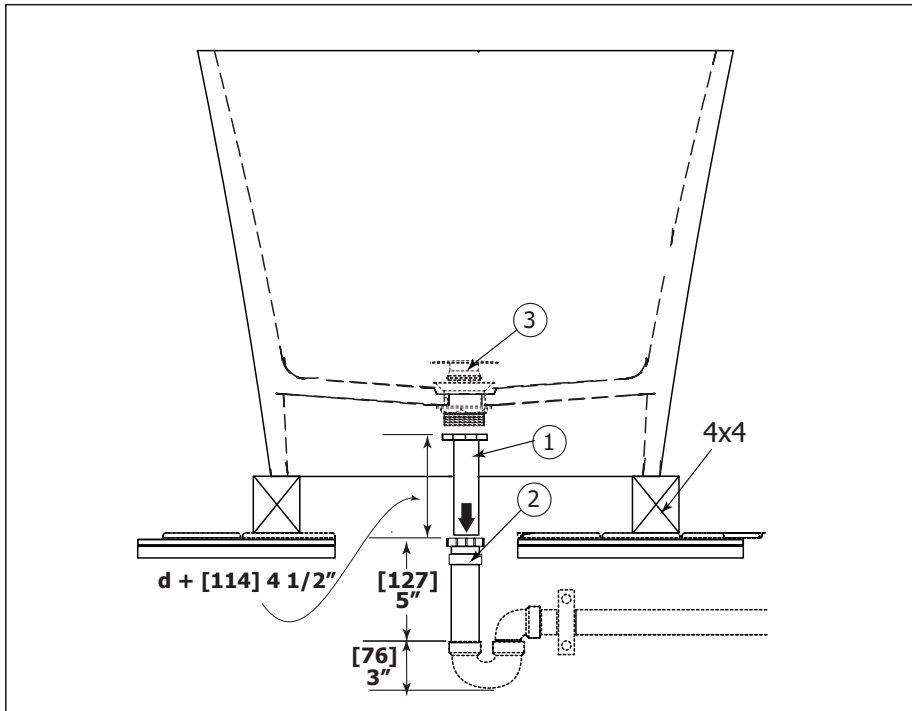

Fig.4
-Before placing the bathtub, insert the male part of the expansion joint (1) halfway to the female part (2).
-Place the bathtub by raising it up 3 1/2" with 4x4 pieces of lumber in order to access from the bottom of the bathtub. Align the drain (3) to the expansion joint (1) (fig.4). From the bottom of the bathtub, tighten the collars of the expansion joint (1) to drain (3) (do not forget to use the seal washer in between). Tighten the collars of the expansion joint (2) just tight enough that male part (1) can still slide in (fig.4).
-Avant de placer le bain, insérer partiellement la partie mâle (1) du joint d'expansion dans la partie femelle (2).
-Placer le bain à sa place en surélevant le bain 3 1/2" à l'aide de madriers 4x4. Cela vous donne un accès en dessous du bain pour la connection du drain. Aligner le drain avec le joint d'expansion (1) (Fig.4). En dessous du bain, serrer le bague du joint d'expansion (1) au drain (3) (n'oubliez pas de mettre le rondelle d'étanchéité). Serrer les bagues du joint d'expansion (2), assez pour permettre la partie mâle de glisser dans la partie femelle (Fig.4).